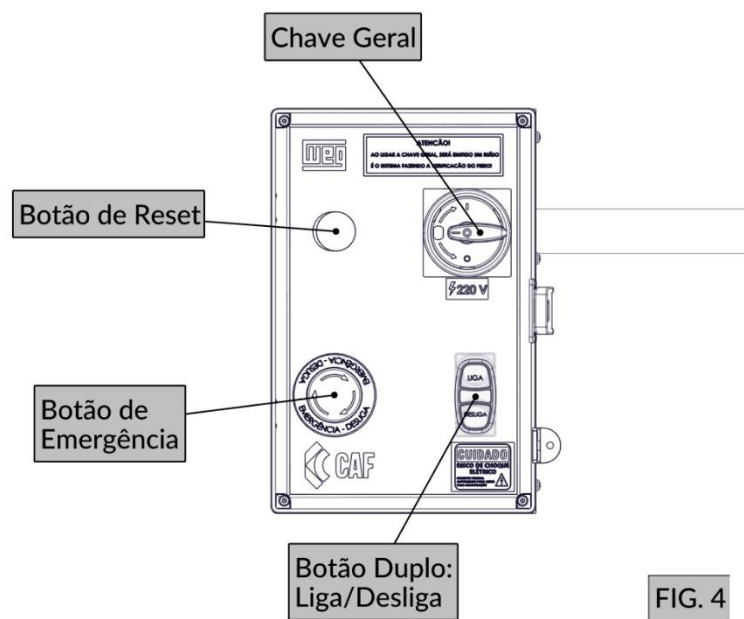

FIG. 4
Todos os sistemas listados acima estão localizados no painel de comando (FIG. 4) da Serra-Fita.
2. Ligue a chave geral (FIG. 4);
3. Verifique se o botão de emergência (FIG. 4) está destravado;
4. Pressione o botão de reset (FIG. 4) para liberar o acionamento da máquina.
1. Com a máquina devidamente montada, higienizada e energizada, aperte o botão liga/desliga (FIG. 4) para realizar o acionamento da máquina.
a) Desligue a Chave Geral (FIG. 4).